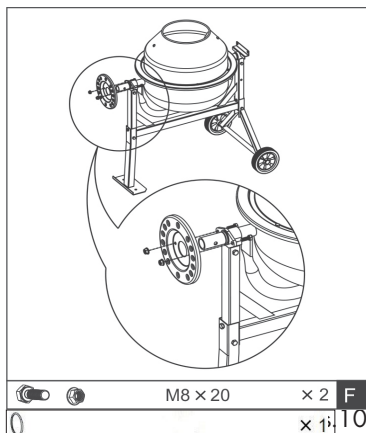

Rys.8
5. Zamontuj ostrza mieszające. Ustaw tutaj dla umieść łopatkę mieszającą na podstawie bębna i zamontuj je za pomocą dwóch śrub M8x16 i nakrętek. Użyj skórzanej tarczy między dnem bębna a ostrzami. Dokręć śruby tylko nieznacznie (D), rys. 8.